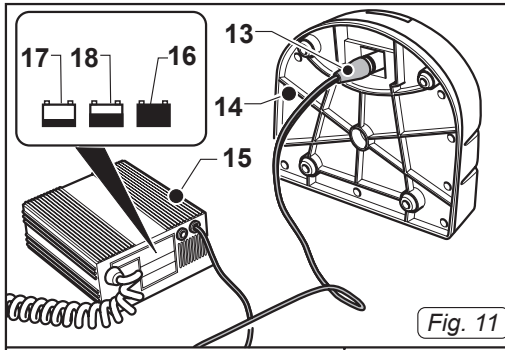

Fig. 11
- Collegare il cavo (13 Fig.11) al pacco batterie (14 Fig.11).
- Collegare elettricamente il caricabatterie (15 Fig.11).
Collegando il cavo di alimentazione elettrica del caricabatterie (15 Fig. 11) prima di collegare il cavo (13 Fig.11) al pacco batterie (14 Fig. 11) il caricabatterie NON FUNZIONA.
- Sul caricabatterie (15 Fig. 11) si illumina lampeggiando due volte il led "Verde" (16 Fig. 11) indicando il corretto funzionamento; poi si illuminerà il led "Rosso" (17 Fig. 11) o il led "Giallo" (18 Fig. 11) a seconda dello stato di carica delle batterie.
- Quando sul caricabatterie si illumina fisso il led verde (16 Fig. 11) le batterie sono cariche.
Non lasciare mai il cavo (13 Fig. 11) collegato al pacco batterie con il cavo di rete del caricabatterie scollegato; le batterie si scaricherebbero e potrebbero rovinarsi.